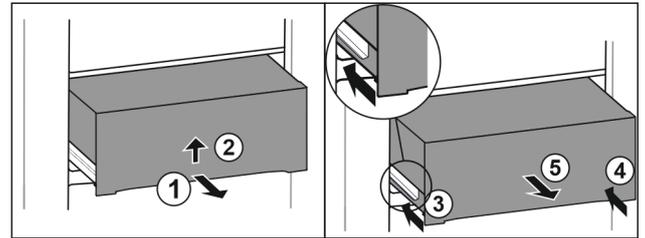

Fig. 32
- Estrarre il cassetto a metà. Fig. 32 (1)
- Sollevare il cassetto nella parte inferiore. Fig. 32 (2)
- Inserire la guida sinistra. Fig. 32 (3)
- Inserire la guida destra. Fig. 32 (4)
- Rimuovere il cassetto tirandolo in avanti. Fig. 32 (5)